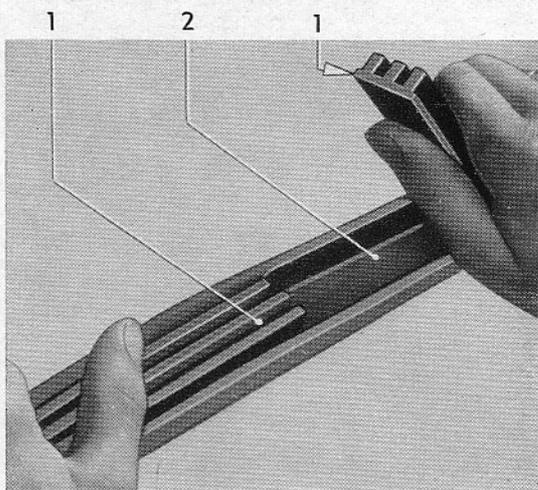

Bild 44 – Führungsschiene von Gummiabdichtung abziehen
5. Angeklebte Führungsschiene (44/1) von Gummifassung (44/2) abziehen (Bild 44).